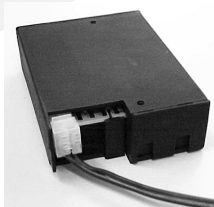

fig. 8
- Reliez les fils sur les connecteurs du bloc régulateur de gaz. Les fiches ont de différentes dimensions et correspondent avec les connecteurs sur le bloc régulateur de gaz (fig. 8).